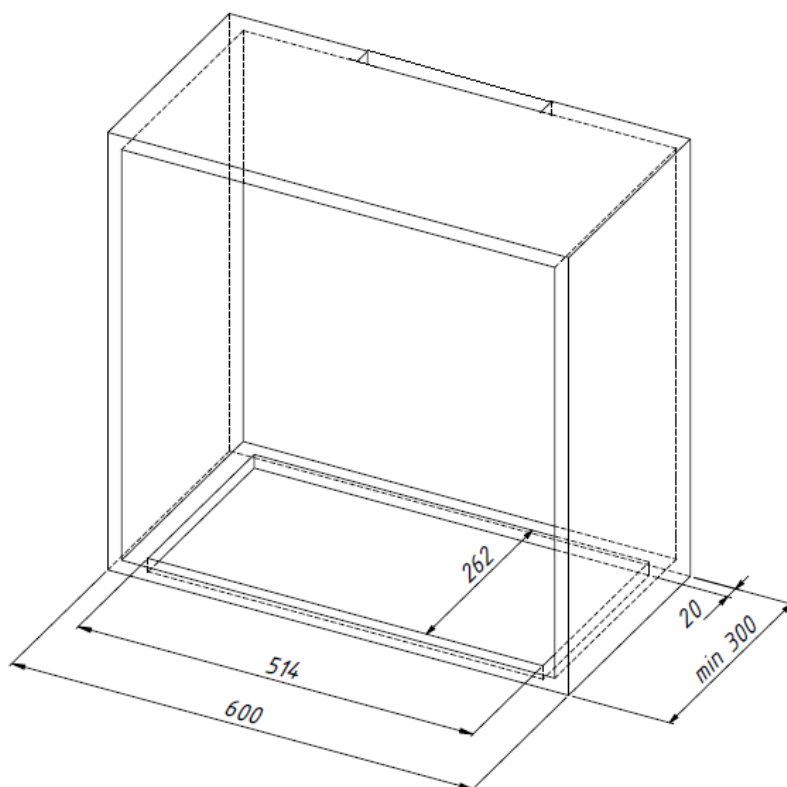

Рис. 2
2. Вырезать отверстие 514x262 (рис. 2).